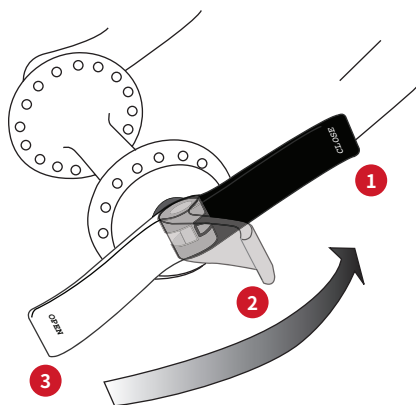

図 40. レバーの位置:
1. クイックリリースレバーを開き（図 40、#3）、ホイールを取り付け、フォークエンドの内側表面に完全に接するようにします。
2. レバーが調整位置（図 40、#2）にある状態で、調整用ナット（図 27）をややきつくなるまで締め付けます。
3. クイックリリースを固定します。レバーを手のひらで閉じる（図 40、#1）まで押します。